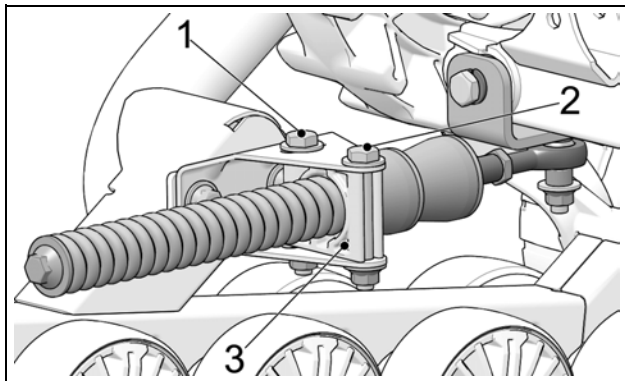

Figure 17
- Desserrer les boulons (1) et (2) de l'ancrage antirotation pour permettre à la plaque de support (3) de pivoter sur son axe. Figure 17.